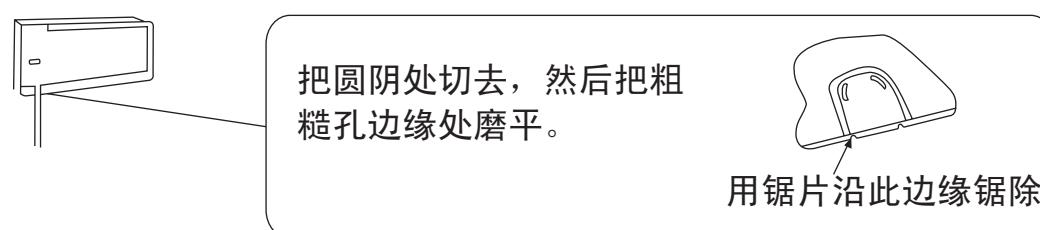

图22
(2) 如铜管是从右边或下边引出时, 应扳去右边的出管板, 或把下盖板上如下图所示部位锯除, 然后把铜管塞进。(图22)